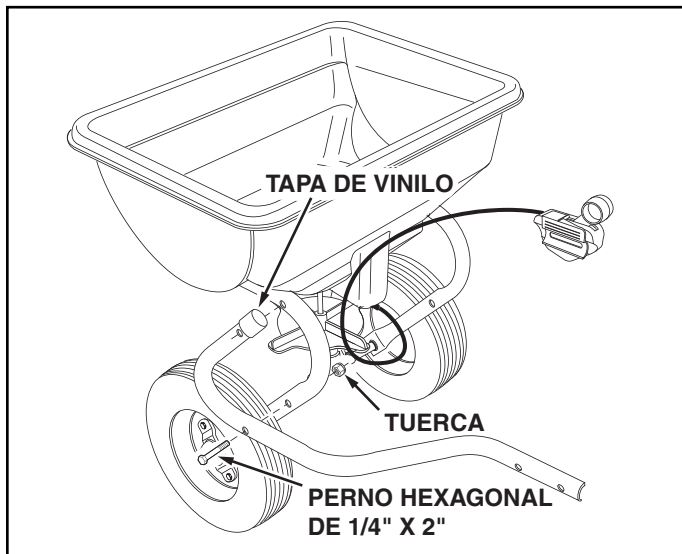

FIGURA 1
1. Coloque las tapas de vinilo sobre los extremos de los Tubos de Enganche de Mano Derecha y de Mano Izquierda. Vea la Figura 1.
2. Coloque el Tubo de Enganche de Mano Derecha en el tubo del esparcidor, usando dos pernos hexagonales de 1/4" x 2" y dos tuercas. **No las apriete todavía.** Repita la operación con el Tubo de Enganche de Mano Izquierda. Vea la Figura 1.